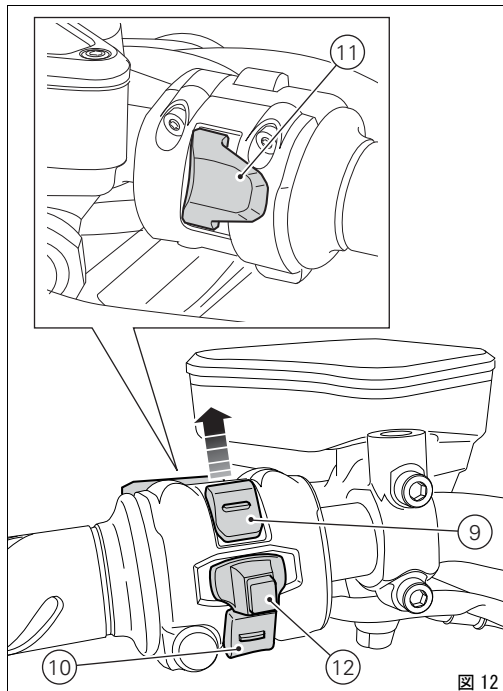

図 12
- 9) コントロールボタン (図 12)。
- 10) コントロールボタン (図 12)。
- 11) フラッシャーランプボタン FLASH (図 12)。
- 12) 停止ボタン (RESET) (図 12)。